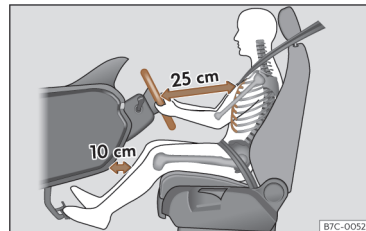

Fig. 13 La distance correcte entre le conducteur et le volant doit être de 25 cm minimum (10 pouces).
- Réglez le volant de sorte qu'il se trouve à une distance d'au moins 25 cm (10 pouces) du sternum >>> **fig. 13** et que vous puissiez le tenir à deux mains sur les côtés, par l'extérieur, les bras légèrement fléchis.